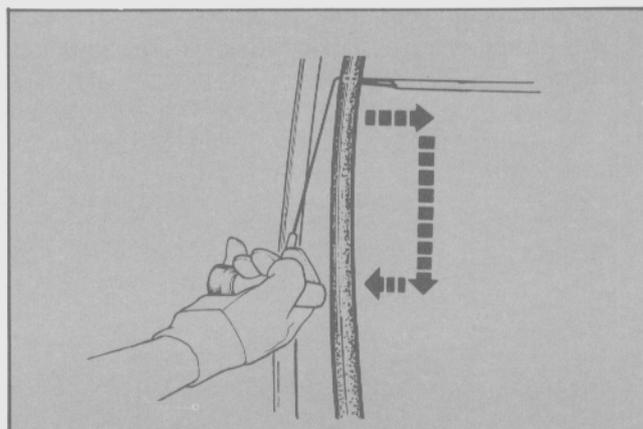

Fig. 25 - Secuencia de movimientos para la continuación del corte del adhesivo.
- Cuando el mango de sujeción alcanza el final de su recorrido, tirar el cable de corte desde el interior del vehículo, volver a introducir el extremo de sujeción a una distancia adecuada y repetir la secuencia indicada (Fig. 25).